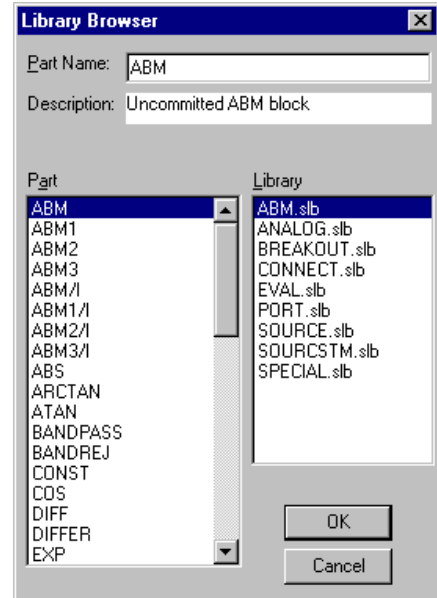

Figura 1.3. Librería de Schematics con componentes organizados por categoría
- **ibraries...** : Este botón abre otra ventana de librería semejante a la mostrada en la figura 1.3, en la que se muestran todos los componentes organizados por categorías.